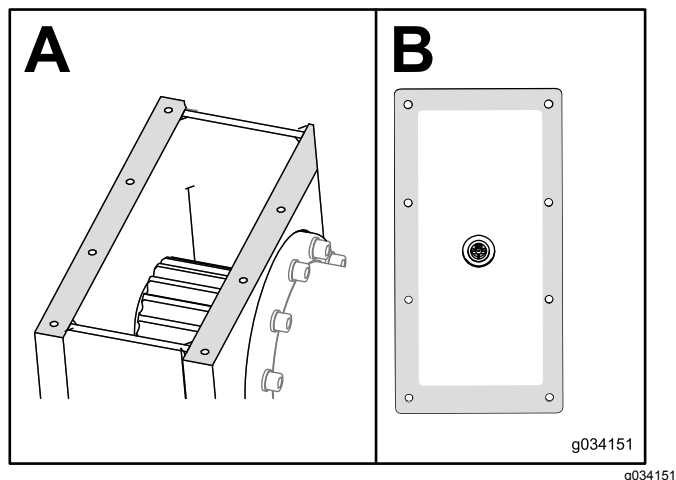

Figura 108
9. Quite el sellador de la caja de engranajes y de la tapa (Figura 108).
10. Ponga sellador RTV nuevo de grado automotor alrededor del borde de la tapa (Figura 108, B).